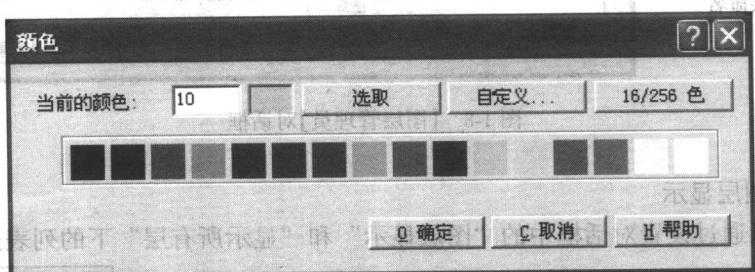

图1-7 【颜色】对话框
2) **颜色: 10** (颜色) 按钮可以改变绘图颜色，以方便区别图素。在MasterCAM 9.1任何工作时候，选择**颜色: 10**按钮后，可以通过打开的“颜色”对话框(见图1-7)进行当前颜色的修改，从而实现用不同的颜色直观地绘制图形。